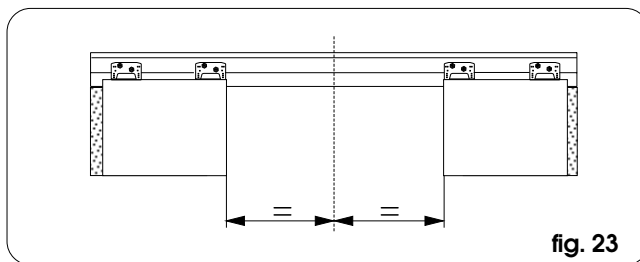

fig. 23
- Posizionare le ante aperte equidistanti dalla mezzeria della traversa (che rappresenta anche il bordo di chiusura) come in fig. 23.